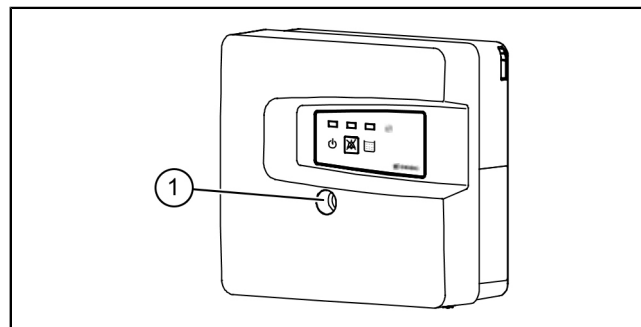

Fig. 5: Aprire l'alloggiamento
- ▶ Aprire il coperchio dell'alloggiamento ④ (vd. "fig. 5: Aprire l'alloggiamento", pagina 82).
- ▶ Far passare i cavi di collegamento attraverso i passanti per i cavi. ⑤
- ▶ Fissare il cavo di collegamento alla morsetteria nel rispetto dello schema di collegamento (vd. "Schema di collegamento", pagina 80). ⑥